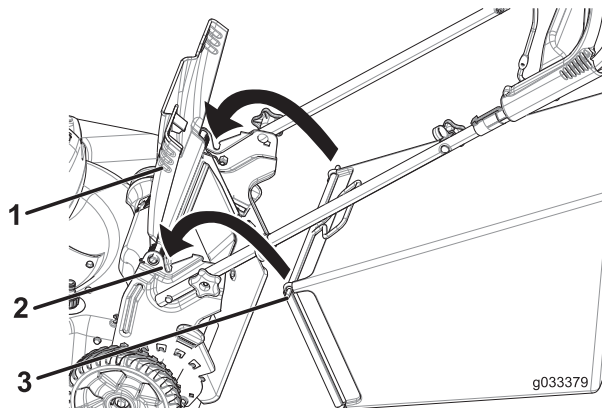

Figure 26
1. Soulevez le déflecteur arrière et maintenez-le dans cette position (Figure 26).
2. Montez le bac à herbe en veillant à placer les ergots dans les crans des supports du guidon (Figure 26).